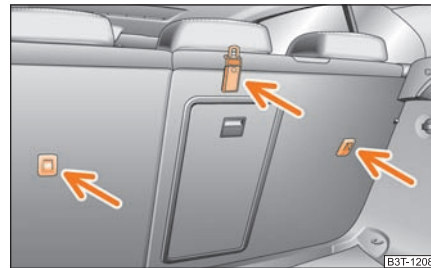

Abb. 189 Rücksitz: Top Tether
In einigen Ländern erfordern die nationalen gesetzlichen Bestimmungen die Ausstattung der hinteren Sitze mit Befestigungsösen für Kindersitze mit dem „Top Tether“-System ⇒ Abb. 189.
- Befestigen Sie die Kindersitze mit dem „Top Tether“-System nur an den dafür vorgesehenen Stellen ⇒ **Abb. 189**.